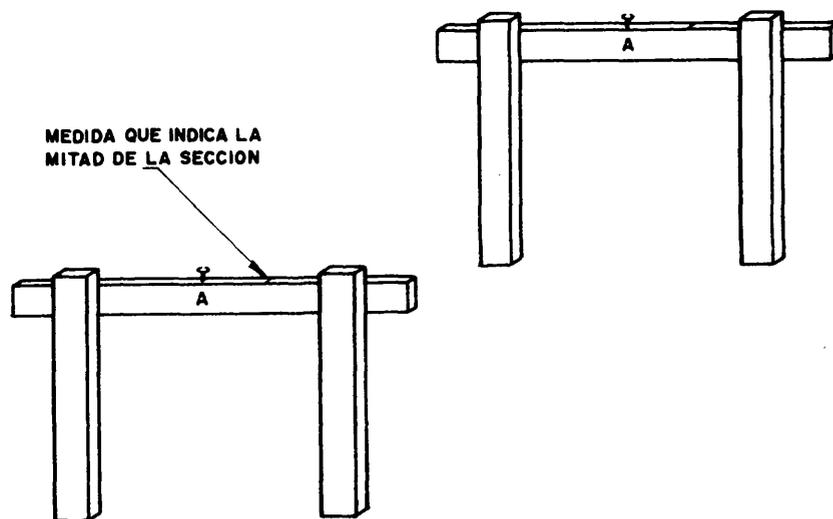

Fig. 3
1. Se mide del clavo que está colocado en la camilla y que indica la línea de ejes la mitad de la sección de la columna, hacia uno de los lados sobre las camillas (fig. 3).